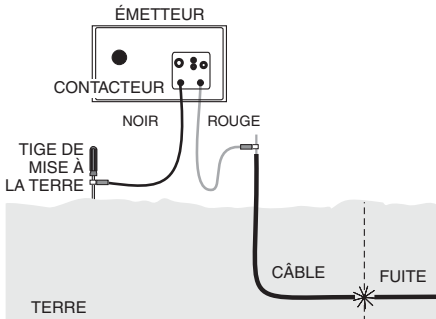

Figure 1. Installation de l'émetteur
2. Lorsque l'émetteur est éteint, connectez la pince du fil émetteur noir à la tige de mise à la terre et enfoncez profondément cette dernière. (Voir la figure 1.)